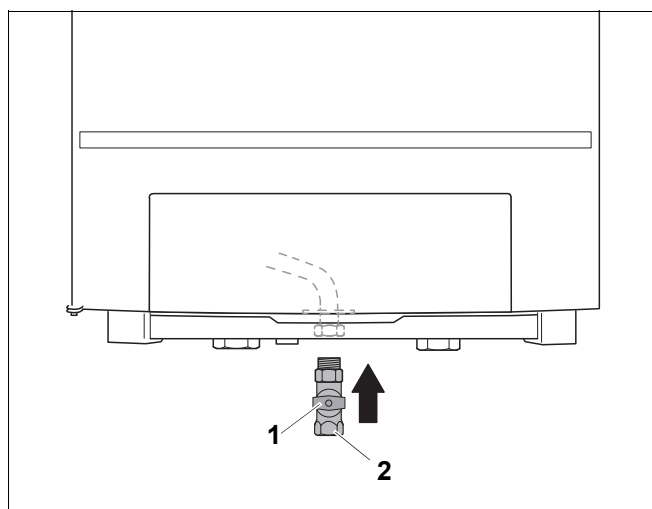

Bild 14 Upprätta gasanslutning
- Installera gaskranen (bild 14, pos. 1) i gastilledningen (GAS). Använd en gaskran med en minimidiameter på 1".
- Anslut gasledningen till gasanslutningen (bild 14, pos. 2) i spänningsfritt tillstånd. Använd en gasledning med en minimidiameter på 1".